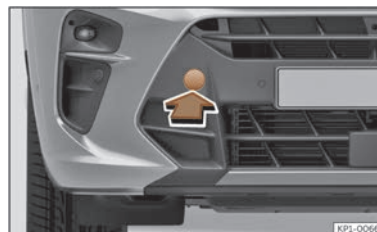

Fig. 211 Partea dreaptă a barei de protecție față: demontați capacul.
Locul de instalare a inelului de tractare demonstrabil este în partea dreaptă a barei de protecție față, în spatele unui capac >>> **fig. 211.**
- Scoateți capacul apăsând pe partea inferioară a acestuia și lăsați-l să atârne >>> **fig. 211.**